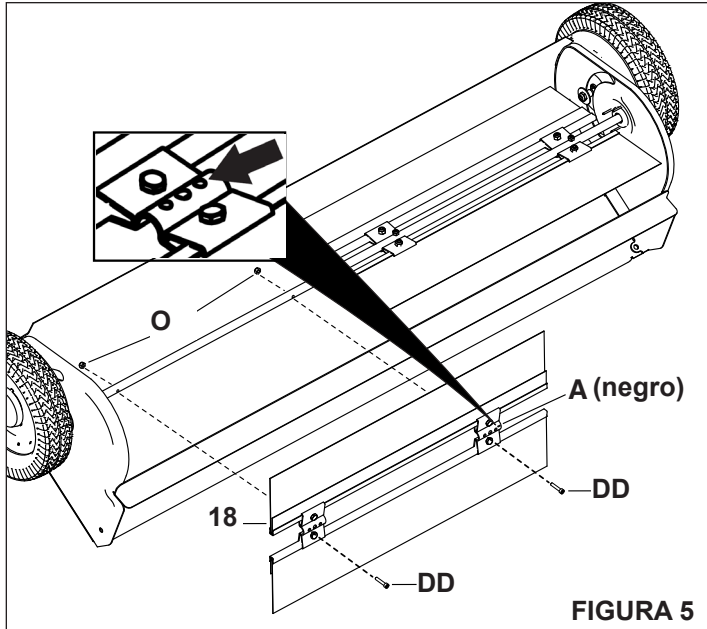

FIGURA 5
- Asegure con dos tuercas autofrenantes (O) y apriete firmemente toda la tornillería.
PASO 5: (VE A LA FIGURA 5)
- Coloque el cepillo de la barredora (18) con el retenedor negro del cepillo sobre el eje del cepillo, de manera que el retenedor negro quede ubicado en el centro del eje.
- Instale los dos tornillos de cabeza cilíndrica con hexágono interior (DD) a través del cepillo de la barredora (18) y del eje del cepillo, utilizando los orificios exteriores. Vea la figura 5.
- Asegure con dos tuercas autofrenantes (O). Apriete firmemente toda la tornillería.